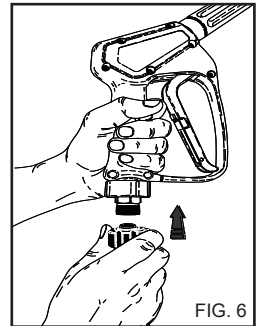

FIG. 6
Temperatura máxima da água de alimentação: 50°C (122 F). Ligue o tubo de alta pressão à máquina de lavar (fig. 5C) e à lança (fig. 6).
5) Despressurize o tubo A.P. carregando na alavanca da pistola (fig. 6).